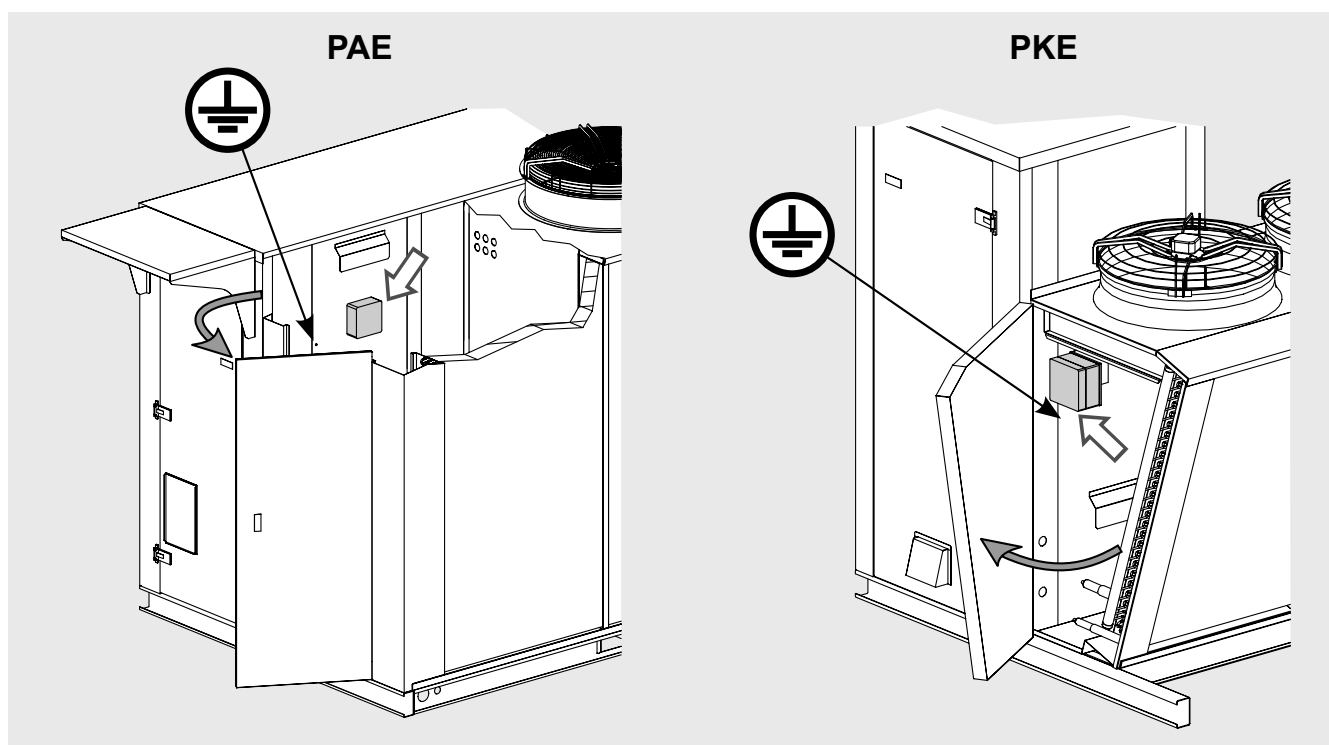

Figure 17
- 8.9 Pour minimiser le risque de contact indirect, le système électrique peut être mis à la terre en utilisant la broche correspondante (voir "Figure 17").